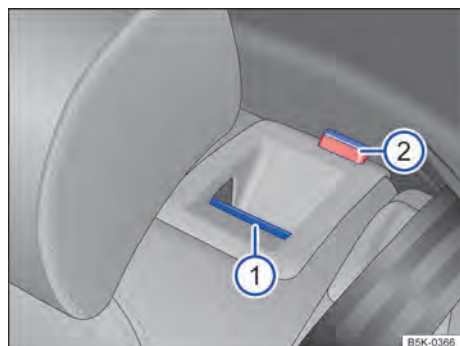

Fig. 103 No encosto do banco traseiro: botão de destravamento ①, marcação vermelha ②.
- Puxar o botão de destravamento ⇒ Fig. 103 ① para frente e, ao mesmo tempo, rebater o encosto do banco traseiro para frente.
- O encosto do banco traseiro estará destravado se uma marcação vermelha no botão ② estiver visível.
O encosto do banco traseiro estará destravado se uma marcação vermelha no botão ⇒ Fig. 103 ② estiver visível.